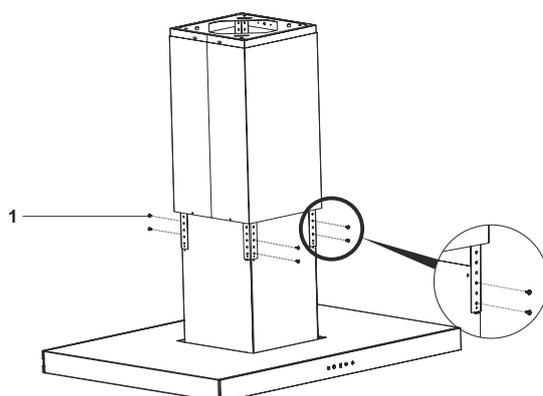

Fig. 13
2. ➔ Sollevare le lamiere e avvitare il prodotto alle barre di sospensione del prodotto con viti a testa cilindrica Phillips 3.5 x 9.5 R (Fig. 13/1).